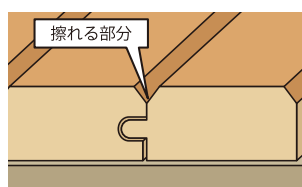

図1
- 1) 実（さね）鳴り 実鳴りは、フローリングの板と板の継ぎ目部分（図1参照）がこすれて音を発することが主な原因です。